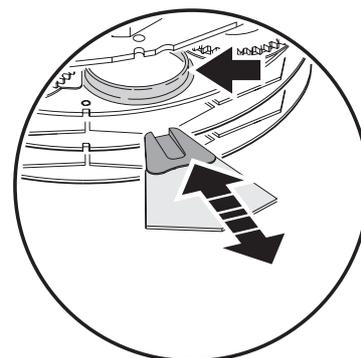

Figure 9: Tauschen eines Farbfilters
3. Drehen Sie das Goborad, bis die offene Position über dem Filter liegt, den Sie austauschen wollen. (siehe Pfeil in Figure 9).